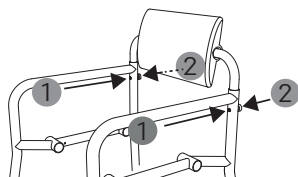

fig. 10
3. Når den ønskede højde er indstillet, fastgøres ryglænet igen med skruer og fingerskruer. Vær opmærksom på, at skruerne stikkes ind på forsiden (1, fig. 10), og at fingerskruerne fastspændes på bagsiden (2, fig. 10).